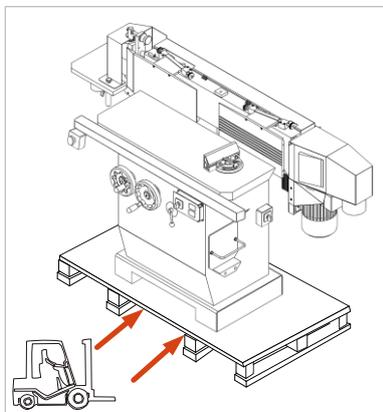

Abbildung 6: Abladen mit Stapler
- Mit den Gabeln des Gabelstaplers mittig zwischen die Palettenhölzer fahren und die Gabel hierbei so zuführen, wie es in ⇨ Abbildung 6 veranschaulicht ist.